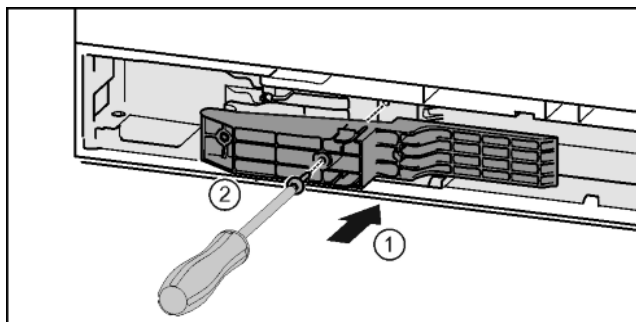

Fig. 44*
- ▶ Włożyć element adaptera w zagłębienie po stronie uchwyty.* Fig. 44 (1)
- ▶ Śruby przykręcić przy pomocy śrubokręta T15.* Fig. 44 (2)